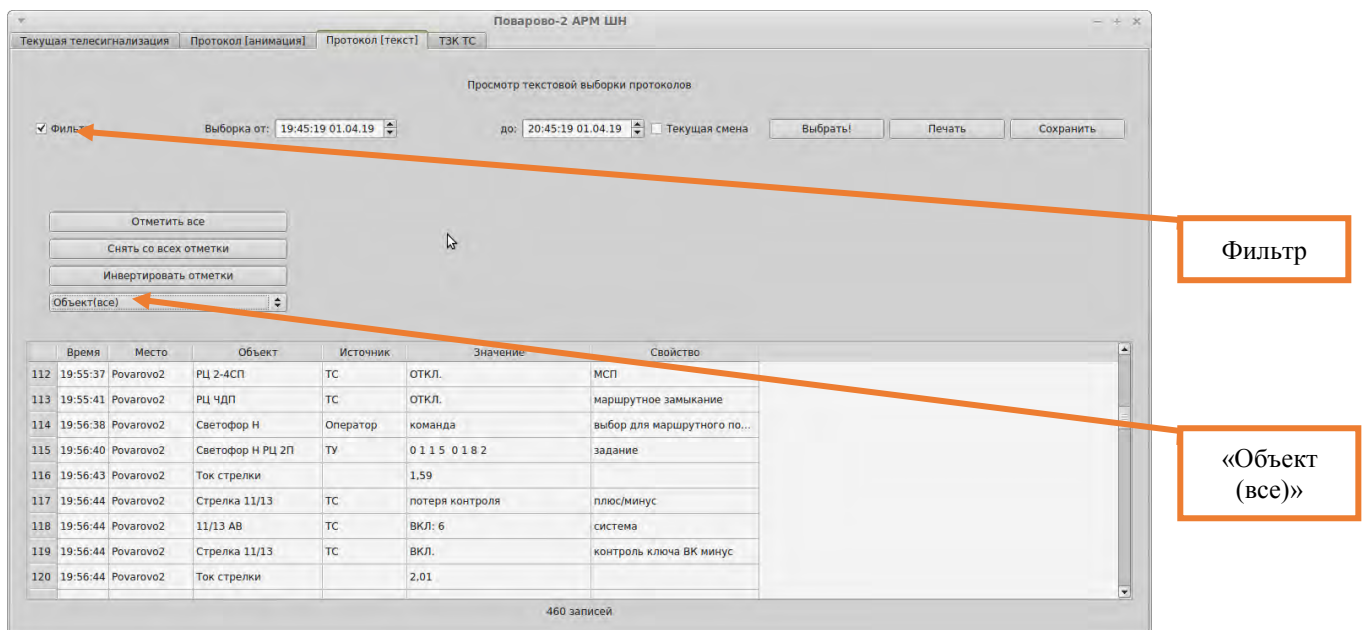

Рисунок 5. Элемент «Фильтр».
7.1.4. Выбрать элемент «Фильтр» для анализа состояние интересующего элемента контроля (Рисунок 5).
7.1.5. Нажать на элемент «Объект(все)» (Рисунок 5) для вывода списка всех объектов контроля (Рисунок 6).